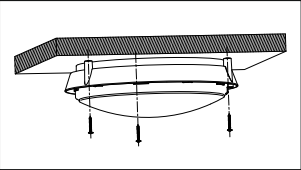

Рис. 5
- 5.15 Наметьте и просверлите три отверстия на поверхности стены или потолка по месту установки в соответствии с посадочными местами осветительного прибора (рис. 5).